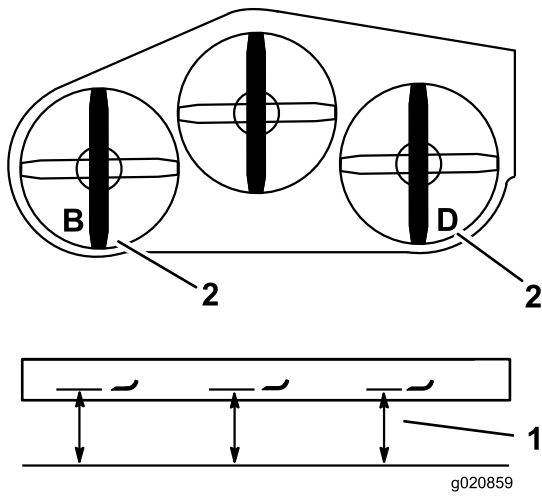

Figura 85
2. Meça a lâmina esquerda no local **B**, numa superfície nivelada à extremidade de corte da ponta da lâmina e registre esta medição (Figura 85).
3. Meça a lâmina direita no local **D**, numa superfície nivelada à extremidade de corte da ponta da lâmina e registre esta medição (Figura 85).
Nota: A medição na posição **B** tem de estar até 3 mm da medição na posição **D**. (Figura 85). Caso isto não esteja correto, proceda da seguinte forma.